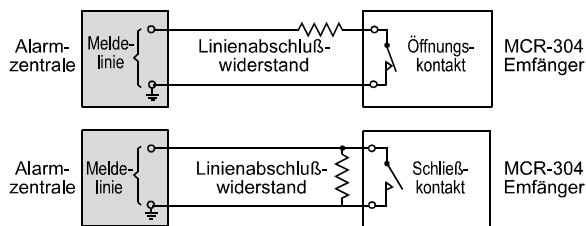
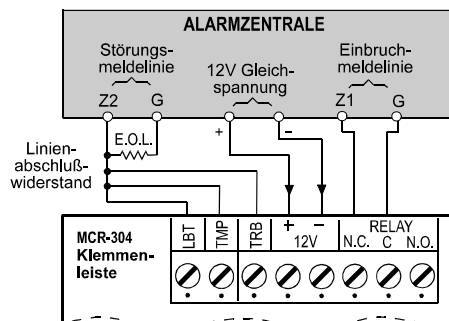
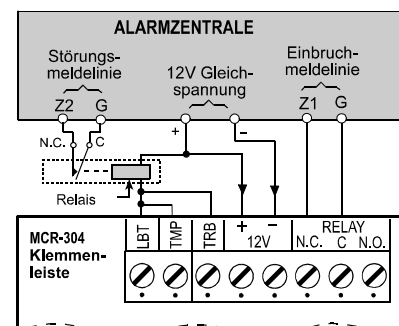

Abb. 4: Relaisausgang in Verbindung mit Linienabschlußwiderständen
Abb. 6: Verdrahtung der technischen Alarme mit einer Meldelinie
Abb. 7: Anbindung der technischen Alarme mit zwischengeschaltetem Relais
4.3 Verdrahtung (Abb. 4 bis Abb. 7)
HINWEIS: Arbeitet die Zentrale mit *Linienabschlußwiderständen*, ist wie in der unten stehenden Abb. 4 zu verfahren.
- Sollen alle technischen Alarme mit einer Meldelinie verbunden werden, so ist die Verdrahtung wie in Abbildung 6 dargestellt (mit Linienabschlußwiderstand) auszuführen. In Abbildung 7 ist eine Option mit separatem Relais dargestellt